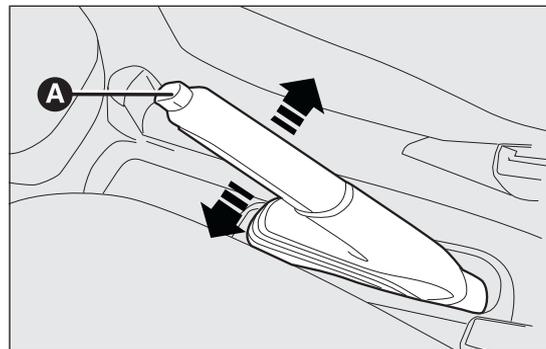

fig. 112
Le levier du frein à main fig. 112 se trouve entre les sièges avant.
- soulever légèrement le levier et appuyer sur le bouton de déblocage A fig. 112 ;